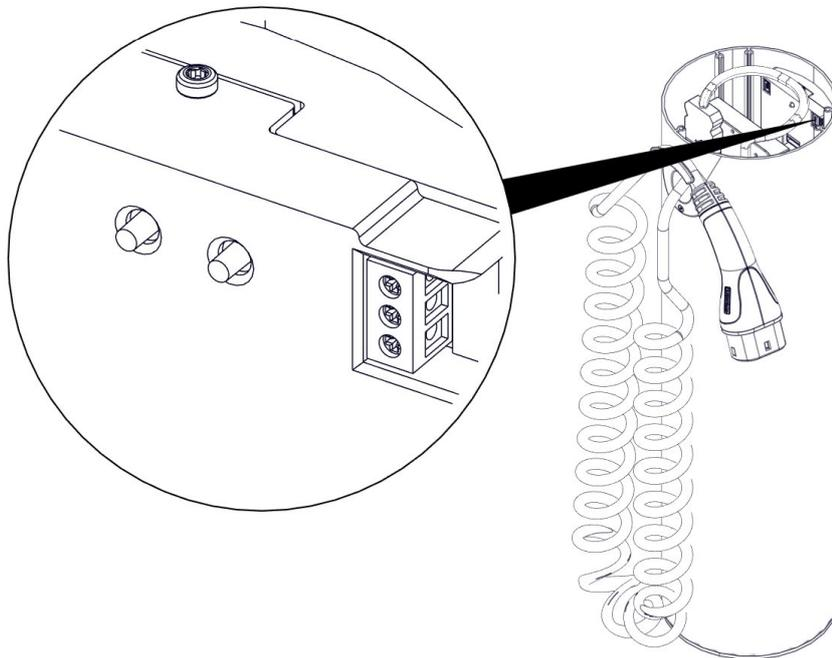

Abbildung 24. Position Tasten
2. Starten Sie den Löschvorgang, indem Sie die Tasten **CLEAR** und **LEARN** am RFID-Modul gedrückt halten, bis die LED Anzeige rot blinkt. Der Speicher wurde erfolgreich gelöscht. Dieser Vorgang kann bis zu einer Minute dauern. (siehe Abbildung 24).